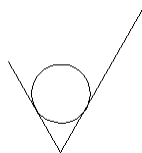
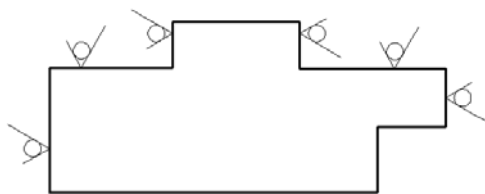

图 10.3.1 定义块
图 10.3.2 标注符号
5. 先创建图 10.3.1 所示的度符号图形，再根据该图形创建一个块 BL1；然后利用所创建的块 BL1，使用 INSERT 命令在图 10.3.2 中标注该符号。最后回答，使用块来创建重复图形与使用复制（COPY）命令来创建重复图形相比，有什么区别和优势？